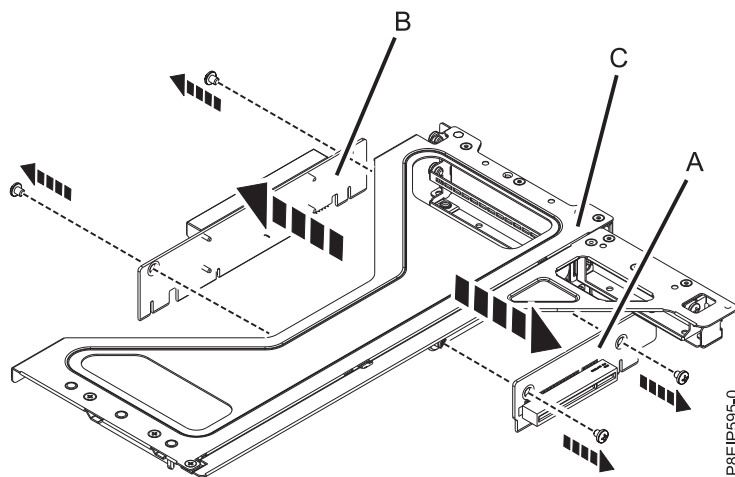

Figura 38. Extracción de las tarjetas de expansión PCIe de la caja del adaptador
- Si necesita extraer la tarjetas de expansión de las posiciones 3 (A), o 4 o 5 (B), quite los tornillos que fijan la tarjeta de expansión PCIe a la caja (C), como se muestra en la Figura 38.